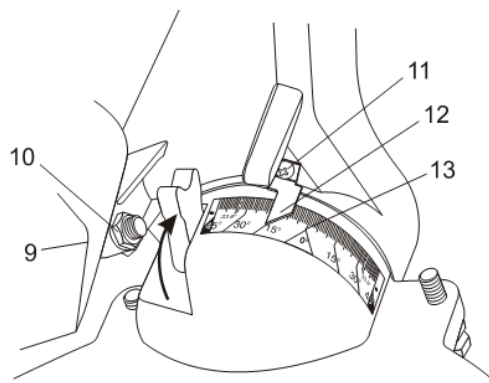

Fig. 13
8. Insérez une clé hexagonale de 4 mm (fournie) dans la vis de réglage de la butée de biseau à 0° (9) (Fig. 13). Tout en tenant la clé hexagonale, desserrez le contre-écrou de butée de biseau 0° (10) à l'aide d'une clé de 13 mm (fournie).